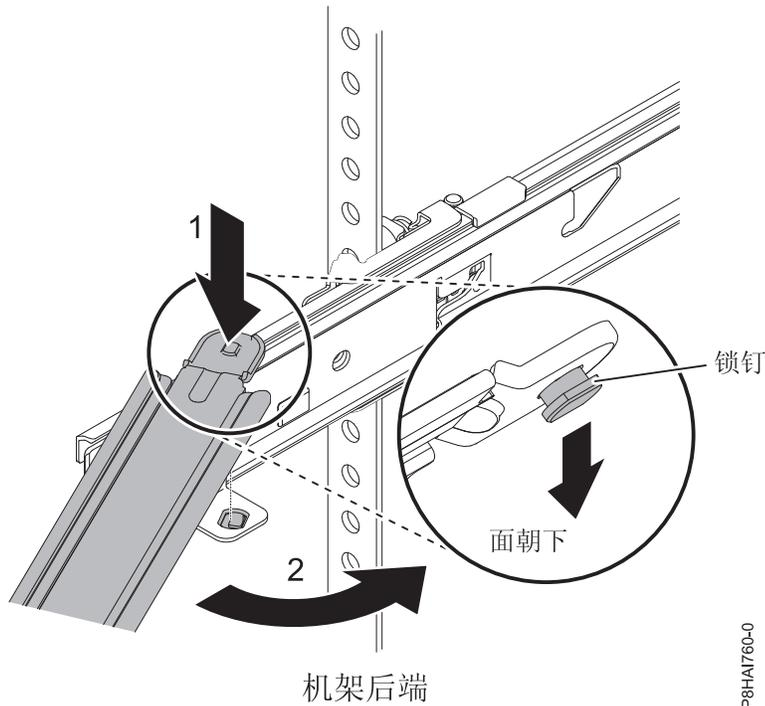

图 59. 支持臂连接
8. 电缆管理臂可以安装在服务器的任何一侧。图 59 显示在左侧安装电缆管理臂时的情况。安装电缆管理臂时，最好让它悬挂与电源相反的一侧，以方便接触电源。要在右侧安装电缆管理臂，请遵循指示信息并在对侧上安装硬件。将锁钉放下 (1) 到滑轨后部上的水平插槽中。然后将棒的另一端朝机架 (2) 的方向旋转。